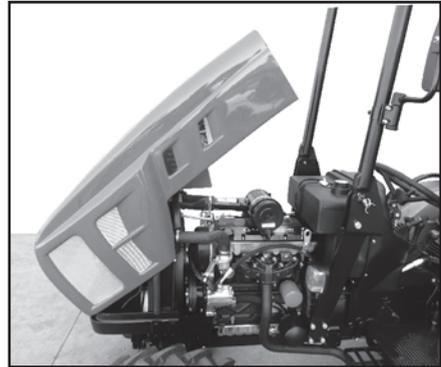

Abb. 6.4
Die Motorhaube kann bequem aufgeklappt werden, indem man den Tankdeckel (1) abnimmt und sie von der Seite des Fahrersitzes aus anhebt (Abb. 6.4).